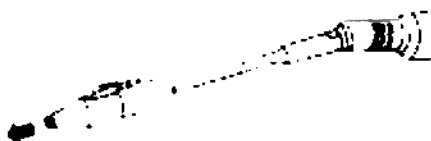

Рисунок 6 - Демонтаж крышки ирригационного порта
1. Ослабить и снять крышку ирригационного порта с наконечника вручную (рисунок 6).